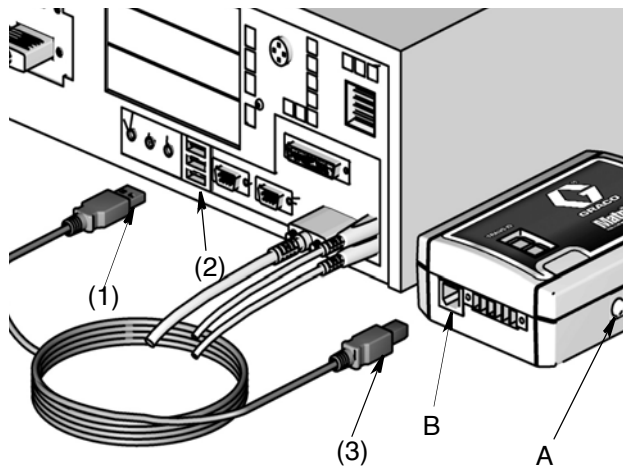

Рис. 5
- Подключение в автоматическом режиме через **USB-кабель** (Universal Serial Bus – универсальная последовательная шина) рекомендуется для расстояния между приемопередатчиком и ПК системы Matrix не больше 5 м (16,4 фута). См. Рис. 5, (В).
Автоматическая настройка USB-кабеля– (Рис. 5)
2. Сначала вставьте круглый штекер трансформатора напряжения в разъем питания приемопередатчика (А) (Рис. 5), а затем подключите трансформатор в розетку с заземлением (120–240 В, переменный ток).